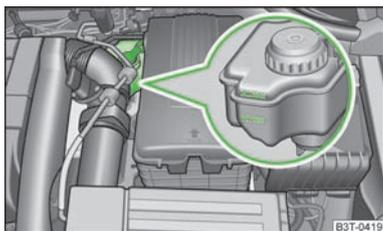

Fig. 163
- > Verifique o nível do líquido de travões no respectivo reservatório » Fig. 163. O nível deve estar entre as marcas «MIN» e «MAX».